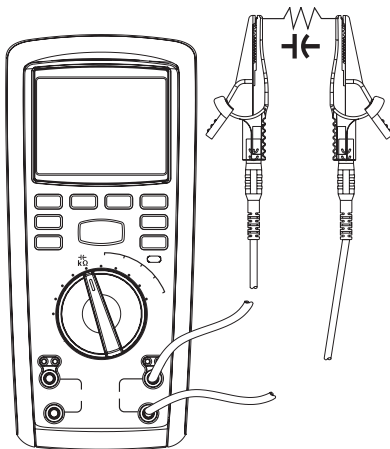

Рис. 6 Измерение сопротивления/емкости
8.4 Измерение сопротивления (рис. 6)
8.5 Измерение емкости (рис. 6)